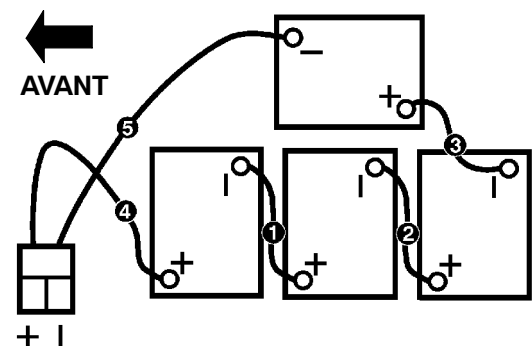

FIG. 3
3. Déposez avec précaution les batteries dans le compartiment et connectez les bornes comme illustré (Figure 3).
5. Branchez les câbles aux bornes de batteries suivant l'ordre des numéros indiqués sur les étiquettes. (ROUGE SUR BORNE POSITIVE ET NOIR SUR BORNE NEGATIVE) (Figure 3).